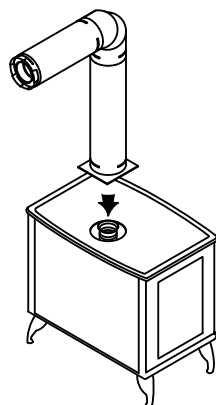

Figure 4
Étape 2. Le tuyau et les raccords DirectVent Pro sont conçus avec des viroles verrouillables par rotation. Pour connecter le système de ventilation à la sortie du conduit de fumée de l'appareil, un adaptateur verrouillable par rotation est nécessaire. Pour certaines marques d'appareils, l'adaptateur de MG DuraVent sera intégré dans l'appareil, à l'usine. Pour d'autres marques, l'adaptateur sera fourni par le fabricant pour une installation sur place. Assemblez la combinaison désirée de sections de tuyaux et de coudes à l'adaptateur de l'appareil (**Fig. 4**).